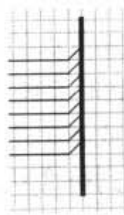

图 4-32 放置总线分支实例
- (1) 执行菜单命令 Place|Bus Entry，或用鼠标左键单击电路绘图工具栏 PlaceBusEntry 按钮，或按下 Alt+P+U 键，即进入放置总线分支状态。
- (2) 执行命令后，光标从箭头变成了十字光标并带上浮动的总线分支。单击空格键，总线分支将顺时针方向旋转 90°，或按 X 键将绕水平线翻转，或按 Y 键将绕垂直线翻转。
- (3) 移动浮动总线分支到适当位置后，单击鼠标左键或按 Enter 键放置一条总线分支。
- (4) 系统仍处于放置总线分支状态，十字光标仍带着浮动总线分支，单击鼠标左键继续放置其他分支，或者单击鼠标右键或按 Esc 键，即退出绘制总线分支，如图 4-32 所示。